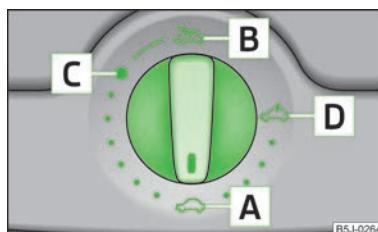

Fig. 20
El techo corredizo/elevable se maneja con el comutador giratorio » fig. 20 y sólo funciona estando conectado el encendido. El comutador giratorio tiene varias posiciones.
Si se desembornó y se volvió a embornar la batería del vehículo, puede ocurrir que el techo corredizo/elevable no cierre del todo. Por ello, se deberá colocar el comutador giratorio en la posición **[A]** » fig. 20 y presionar hacia delante durante unos 10 segundos.
- › Girar el comutador a la posición **[C]** » fig. 20 de la página 36.
- › Girar el comutador a la posición **[B]** » fig. 20 de la página 36 y mantenerlo en esa posición (posición con resorte).
- › Girar el comutador a la posición **[D]** » fig. 20 de la página 36.
- › Girar el comutador a la posición **[A]** » fig. 20 de la página 36.
El techo corredizo/elevable está equipado con un limitador de fuerza. Si un obstáculo (p. ej., hielo) impide el cierre, el techo corredizo/elevable se parará y se abrirá completamente. Se puede cerrar por completo el techo corredizo/elevable sin limitación de fuerza, pulsando el interruptor en la posición **[A]** » fig. 20 de la página 36 delantera hasta que el techo corredizo/elevable esté completamente cerrado » !.
Tras cada accionamiento de emergencia (con la llave Allen) se debe colocar el techo corredizo/deflector en la posición básica. Por ello, se deberá colocar el commutador giratorio en la posición  » fig. 20 de la página 36 y presionar hacia delante durante unos 10 segundos.